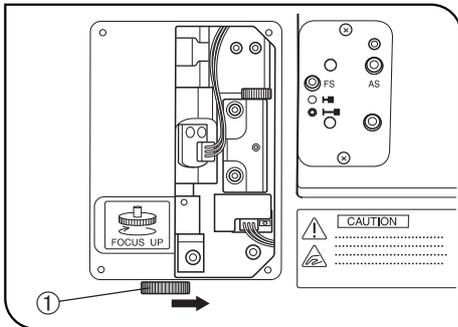

Abb. 3
- Den Hauptschalter ausschalten („O“), die rechte Seitenabdeckung des Auflichtkondensors mit einem Kreuzschlitz-Schraubendreher entfernen und den manuellen Trieb ① entgegen der in der Abbildung gezeigten Richtung (d. h. im Uhrzeigersinn) drehen, um den Objektivrevolver abzusenken. (Abb. 3)